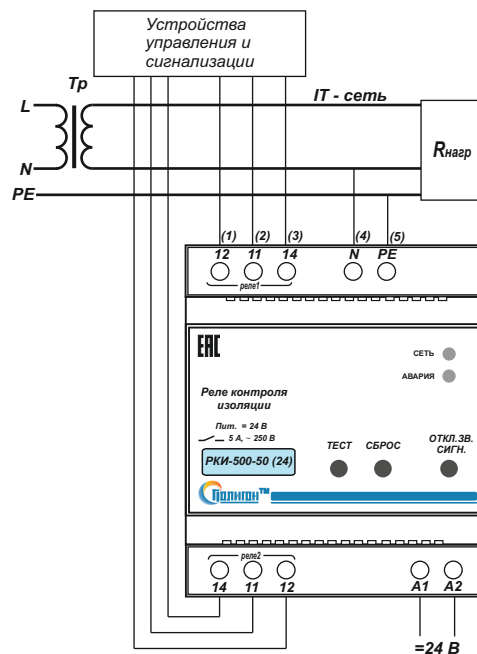

Рис.1. Типовая схема подключения блока РКИ-500-50(24) к однофазной сети.
4.3. Произвести подключение реле контроля изоляции РКИ-500-50 (24) согласно маркировке (рис.1,2,3.): N(L) -